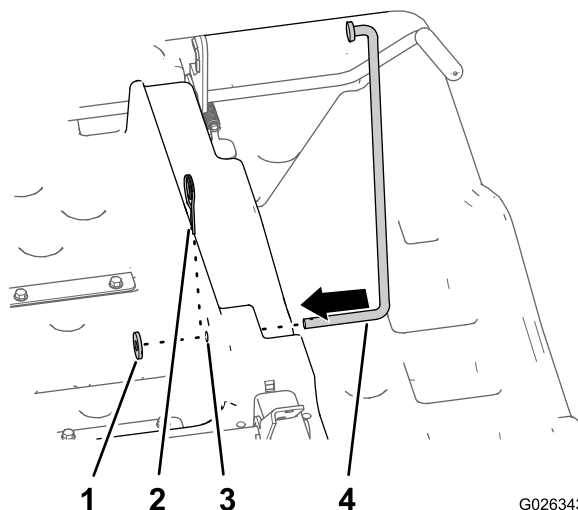

Figura 13
1. Inserite la parte lunga dell'asta di supporto attraverso il foro orizzontale da 12,7 mm nella parte inferiore destra del pianale (Figura 13).